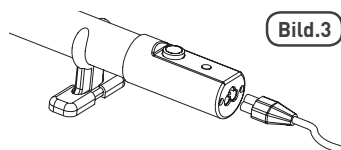

Bild.3
- Vi rekommenderar att du sätter i sladden i värmerörets uttag innan du monterar värmeröret och kontrollerar att sladden sitter i ordentligt [Bild 3].